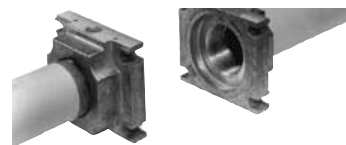

Рис. 5
1. Установить фланец на трубе. Использовать соответствующую газу оснастку (Рис. 5)